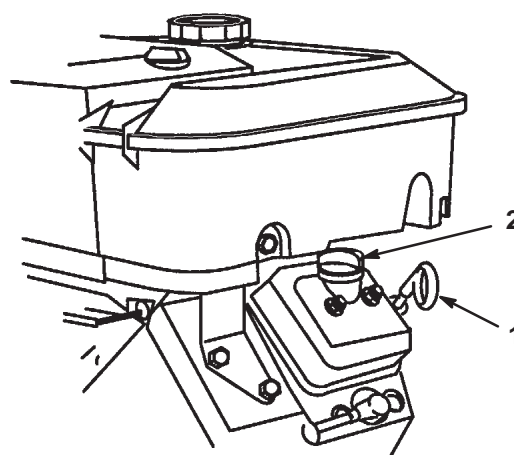

Figure 2
2. Nettoyez la surface autour de la jauge d'huile (Fig. 2) pour éviter que des impuretés ne s'introduisent dans l'orifice de remplissage, ce qui risquerait d'endommager le moteur.
4. Remettez la jauge au fond du tube de remplissage, mais sans la visser. Sortez de nouveau la jauge et examinez l'extrémité métallique. Si le niveau d'huile est bas, retirez le bouchon de remplissage du couvre-culasse (Fig. 2) et ajoutez la quantité d'huile nécessaire pour amener le niveau au repère MAXIMUM sur la jauge. Reportez-vous à la section Entretien de l'huile moteur, page 24, pour connaître le type d'huile et la viscosité qui conviennent. Versez l'huile lentement et vérifiez souvent le niveau durant la procédure. **Ne remplissez pas excessivement.**